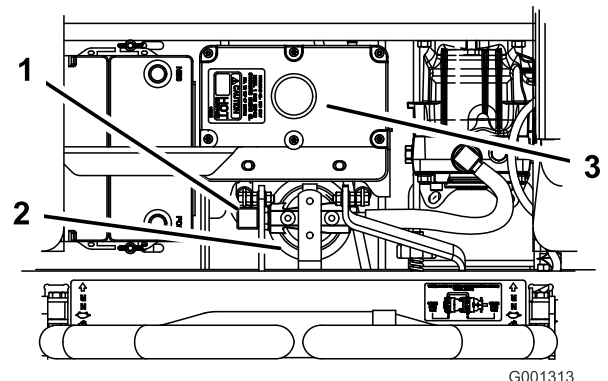

Figura 96
4. Retire a linha hidráulica direita que vem com o adaptador (Figura 96).
6. Instale a linha hidráulica direita no adaptador (Figura 96).
7. Aplique uma fina camada de fluido hidráulico na junta de borracha do filtro de substituição (Figura 96).
do fluido no sentido dos ponteiros do relógio até a junta de borracha entrar em contacto com o adaptador do filtro; depois aperte o filtro mais 1/2 volta (Figura 96).